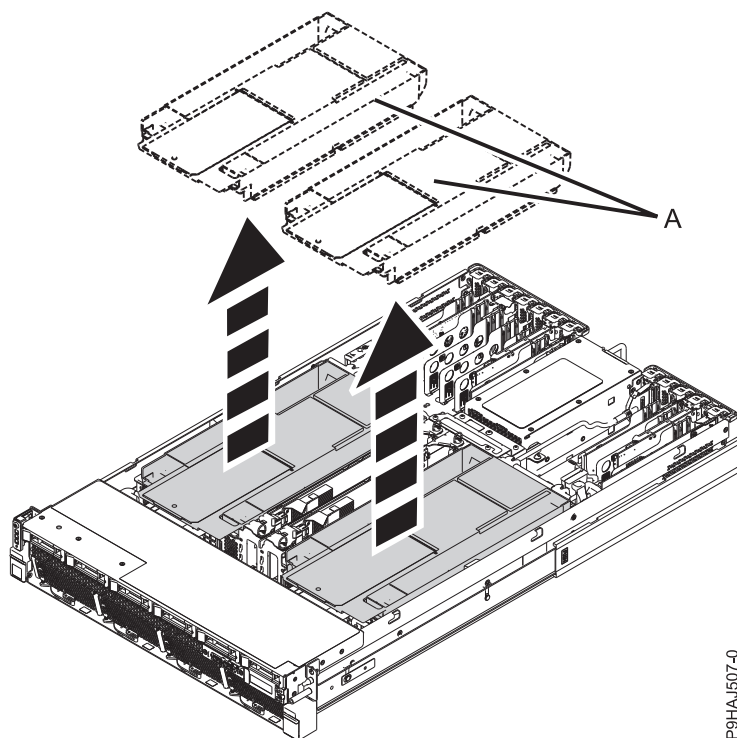

Figura 2. Extracció del deflector d'aire
2. Aixequeu els deflector d'aire (A) sense girar-los. Consulteu Figura 2 a la pàgina 5.